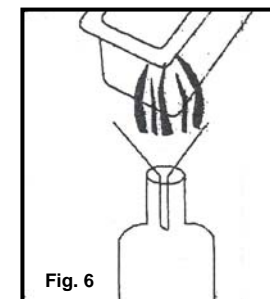

Fig. 6
- Il n'est pas nécessaire de changer l'huile après chaque utilisation. En règle générale, l'huile sera rapidement contaminée par la friture d'aliments à haute teneur en protéine, tels que le poulet, la viande ou le poisson. Lorsque l'huile est utilisée principalement pour les pommes de terre frites et qu'elle est filtrée après chaque utilisation, elle peut être réutilisée de 8 à 10 fois. Cependant, n'utilisez pas la même huile pour des périodes de plus de six (6) mois.
- Avant de filtrer l'huile, assurez-vous qu'elle est refroidie. Videz l'huile du récipient d'huile dans un autre contenant ou bouteille (fig. 6).